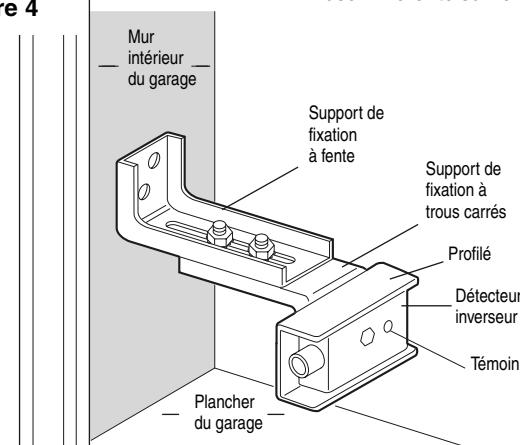

Figure 1
Les Figures 1, 2 et 3 montrent l'assemblage recommandé des supports et du profilé, suivant une installation murale des détecteurs de chaque côté de la porte du garage tel qu'illustré en page 15 ou *sur les coulisses mêmes de la porte du garage*.
- Fixer les profils sur les supports de fixation à trous carrés, en utilisant les fixations illustrées en Figure 1.